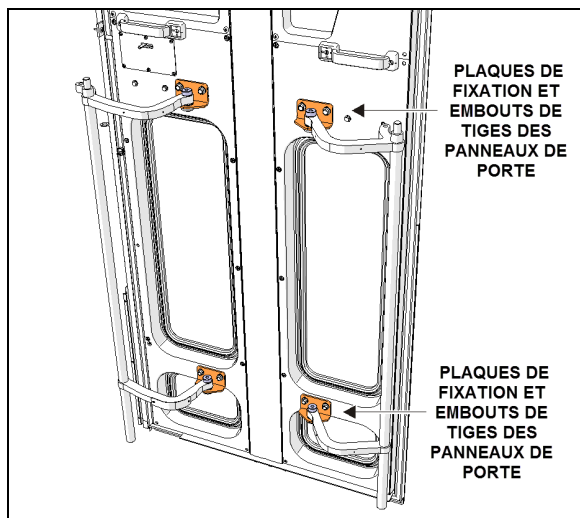

FIGURE 38: AJUSTEMENT DES PANNEAUX DE PORTE
2. Retirer les vis fixant les panneaux de portes (FIGURE 38).